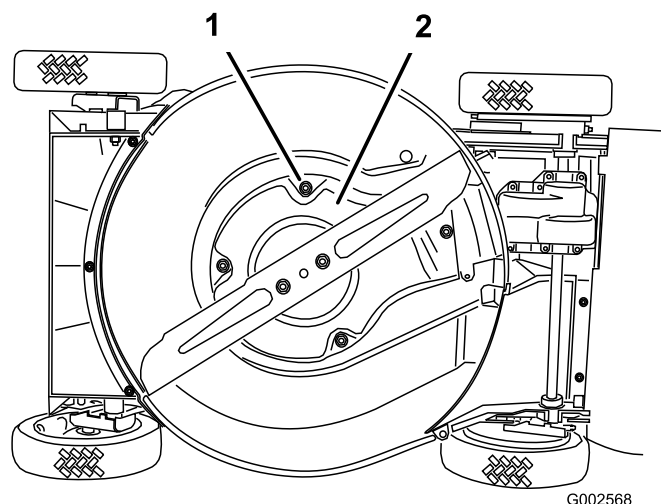

Figura 36
6. Afloje los 4 tornillos que sujetan el protector (Figura 36).